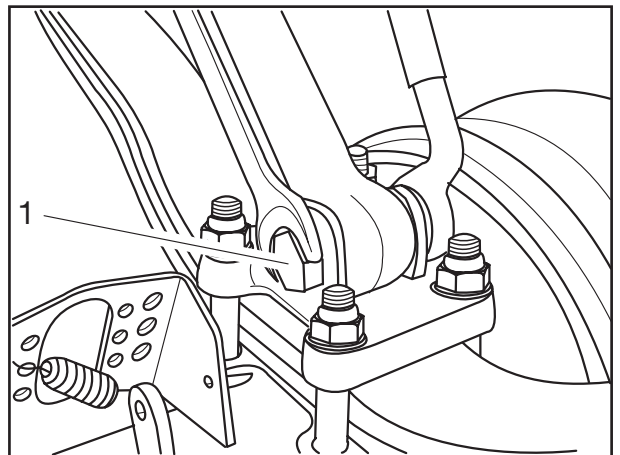

Рис. 5
- [9] Навернуть новые стопорные гайки, не затягивая их (рис. 5).